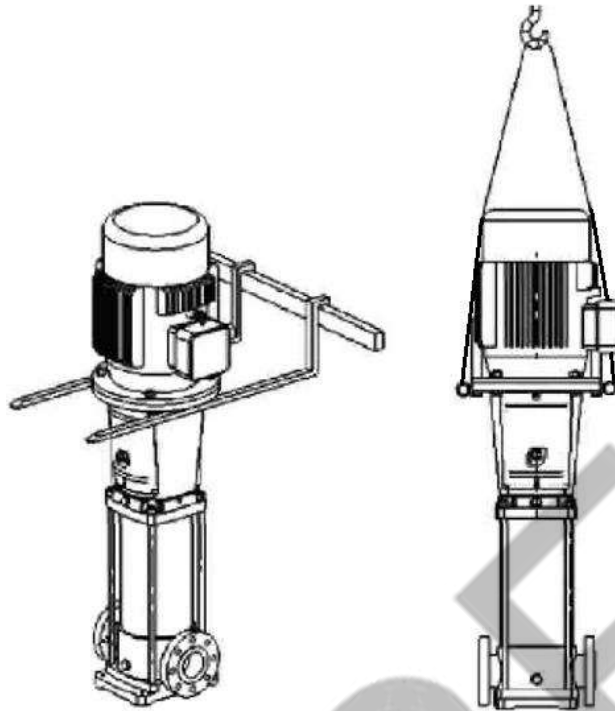

Рис.1
7.2.2. Для перемещения насоса мощностью 0,37 кВт-7,5 кВт необходимо поднимать насос за фланец электродвигателя при помощи ремней или подобных приспособлений, мощностью 11 кВт- 110 кВт - за монтажные петли электродвигателя, смотрите Рис.1.
Запрещается поднимать насос или агрегат способом, отличным от указанного на рис.1.